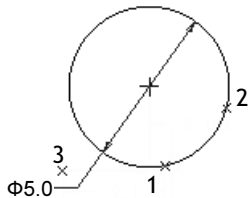

图 2.8.10 直径
Step 2 分别单击位置 1 和位置 2 以选择圆上两点，中键单击位置 3 放置尺寸（图 2.8.10），或者双击圆上的某一点如位置 1 或位置 2，然后中键单击位置 3 放置尺寸。